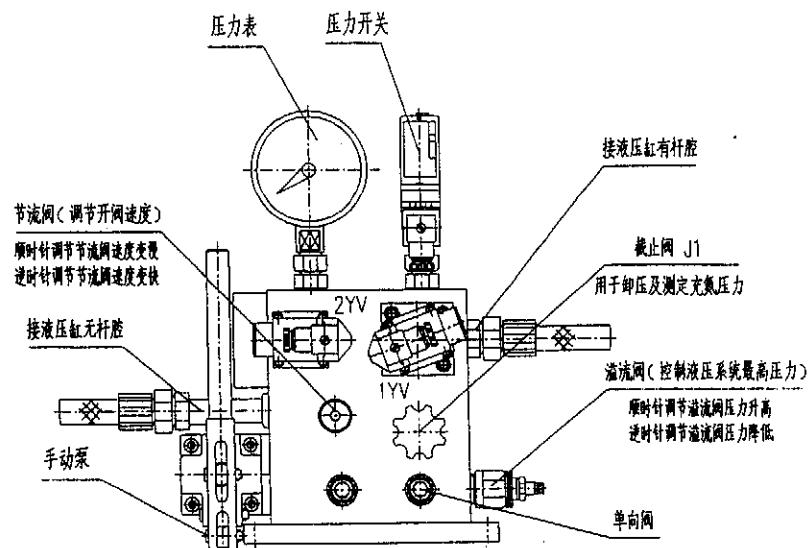

图. 1
电磁阀1YV、2YV同时得电, 皮囊式蓄能器内的压力油, 经插装阀、液控单向阀进入摆动液压缸的无杆腔, 使蝶阀处于开启状态, 在开启过程中, 当系统油压低于14MPa时, 压力开关下限点发讯, 电机启动, 油泵与蓄能器同时供油开阀; 有杆腔内液压油经节流阀, 电磁阀(2YV)流回油箱。调节节流阀, 可得到要求的开阀时间。蝶阀全开到位后, 系统油压上升至17MPa, 压力开关上限发讯, 电机停止工作, 延时电磁阀2YV失电。(参见图.1)
3. 按图. 1的要求接上高压胶管并与液压缸油口接好。(注意: 接口处的密封件应完好无损)